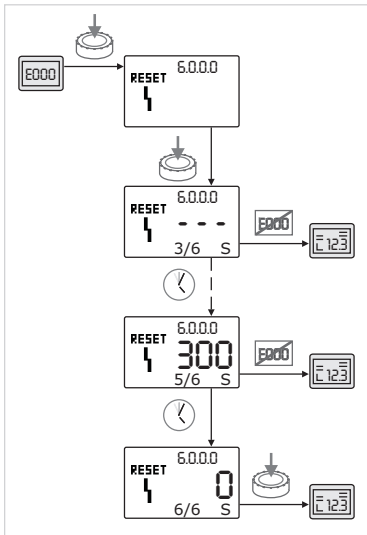

Рис. 50: Квитирование ошибки типа С
- При возникновении ошибок типа С выполнять квитирование следующим образом (рис. 50):